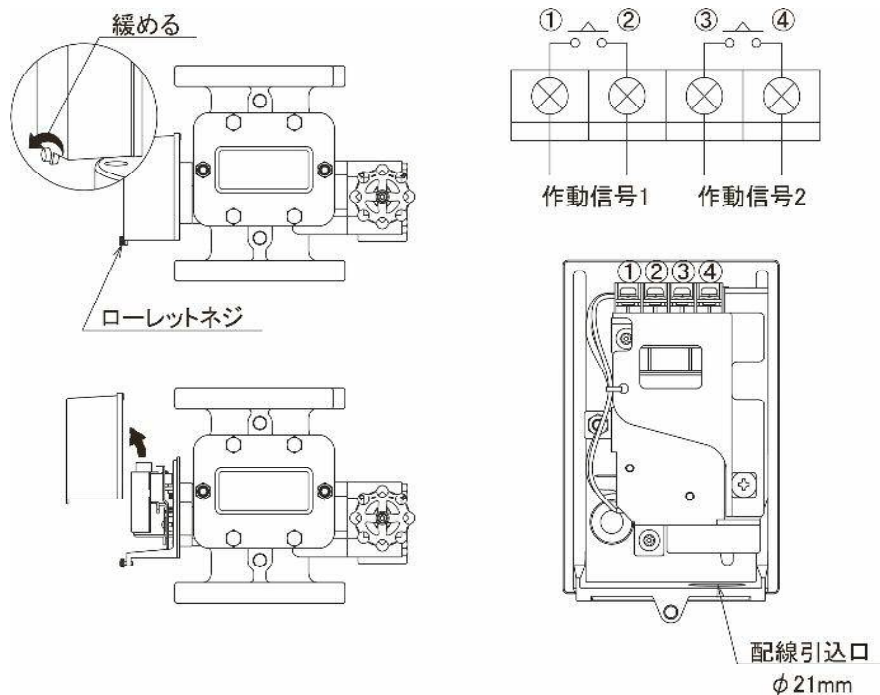

図10
接点容量は下表のとおりです。この範囲内でご使用ください。2a接点仕様ですので、結線は下図10に示す端子番号①－②、または③－④に接続してください。端子台への配線引込口はφ21mmです。